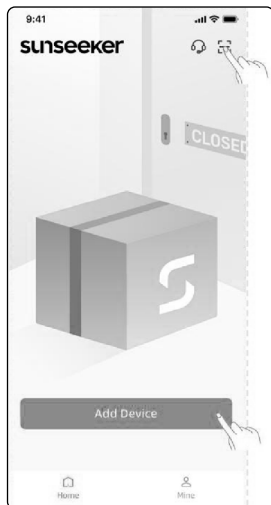

Рис. 14
- a. Добавить вручную: Перейдите на главную страницу и нажмите [Добавить]. Нажмите кнопку «Устройство» или кнопку «Сканировать QR-код», чтобы отсканировать QR-код, расположенный на маркере в задней части робота. (Рис. 14).